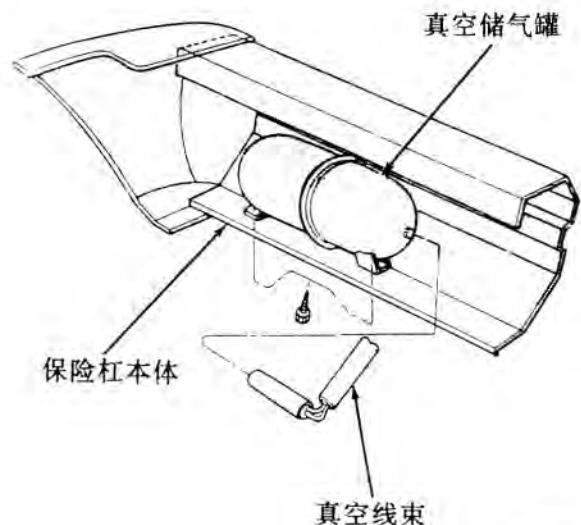
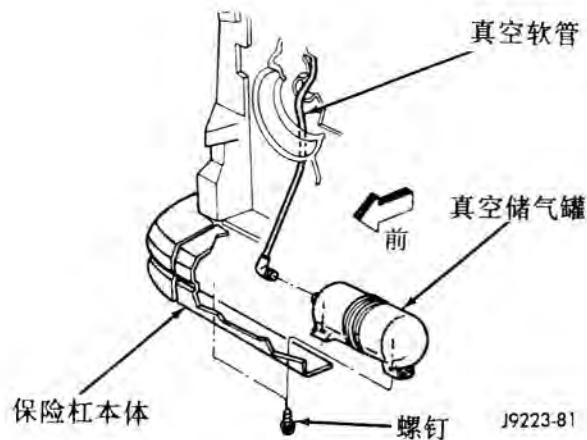
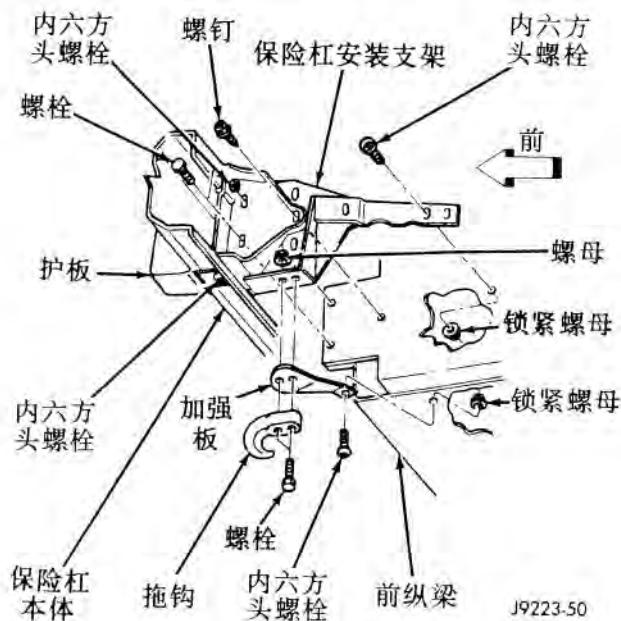
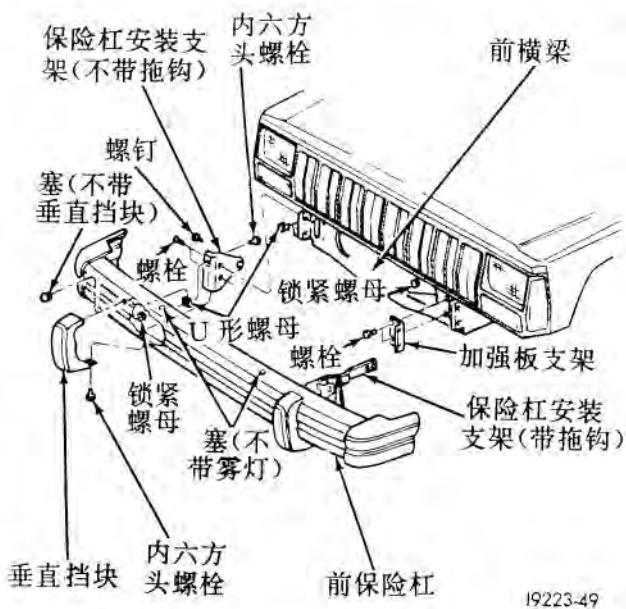

图 2 真空储气罐 — 左侧
图 3 真空储气罐 — 右侧带速度控制
图 4 拖钩及加强板
图 5 前保险杠的拆装
(3) 摘下真空储气罐线束接头 (图 2, 图 3)。
(4) 将拖钩加强板与前纵梁安装用的防松螺母及内六角头螺栓松下 (图 4)。
(5) 将拖钩加强板由前纵梁上拆下 (图 4)。
(6) 支住保险杠。
(7) 松下保险杠安装支架与左、右纵梁 (图 5) 安装用的螺栓。
(8) 取下支撑并从汽车上取下保险杠 (图 5)。
(9) 将拖钩与保险杠安装支架连接用的螺栓及螺母松下 (图 4)
(13) 如果需要，将真空储气罐从保险杠本体上卸下 (图 2 和图 3)。
(3) 如果不安装保险杠垂直挡块，将保险杠安装支架装到保险杠本体上。以 56 牛顿米 (41 磅英尺) 的拧紧扭矩拧紧安装螺栓。
(4) 如果安装拖钩，用螺栓和螺母将其安装到保险杠安装支架上 (图 4)。以 100 牛顿米 (74 磅英尺) 的拧紧扭矩拧紧安装螺母。
(8) 将真空储气罐安装到保险杠本体上 (图 2 和图 3)。以 8 牛顿米 (72 磅英寸) 的拧紧扭矩拧紧螺钉和螺栓。
(9) 将保险杠放在车前端摆好并支撑住。
(10) 将两个保险杠安装支架 (图 5) 分别与左、右纵梁和左、右加强板支架安装到一起。以 56 牛顿米 (41 磅英尺) 的拧紧扭矩拧紧螺钉及螺栓。
(11) 用内六方头螺栓和锁紧螺母将拖钩加强板安装到前纵梁上 (图 4)。锁紧螺母的拧
- (13) 接好真空储气罐接头 (图 2 和图 3)。
- (14) 拆下保险杠安装支撑物。
如果必须拆下或为方便维修需拆下前拖钩，应松下安装在保险杠安装支架上的螺栓及螺母 (图 4)。在安装拖钩时，需用 100 牛顿米 (74 磅英尺) 的拧紧扭矩拧紧螺母。
- (2) 拔下真空储气罐线束插头 (图 2 和图 3)。
(3) 支撑住保险杠。
(4) 松下保险杠安装支架与左、右纵梁连接的两个螺栓 (图 5)。
(5) 松下拖钩加强板与前纵梁安装的防松螺母和内六方螺栓 (图 4)。
- (6) 由前纵梁上拆下拖钩加强板 (图 4)。
- (7) 将支撑及保险杠从汽车上卸下 (图 5)。
- (8) 松下拖钩与保险杠安装支架连接螺母和螺栓 (图 4)。
- (9) 由保险杠安装支架上取下拖钩 (图 4)。
(3) 将拖钩孔与保险杠安装支架上的孔对好，然后将连接用的螺栓穿好，带上螺母 (图 4)，以 100 牛顿米 (74 磅英尺) 的拧紧扭矩拧紧螺母。
(4) 将保险杠放在汽车前端摆好并支撑住。
(5) 将两个保险杠安装支架分别装于左、右纵梁和左、右加强板支架上，以 56 牛顿米 (41 磅英尺) 的拧紧扭矩拧紧螺钉和螺栓。
(6) 将拖钩加强板与前纵梁 (图 4) 连接用的内六方头螺栓和锁紧螺母装上，并以 30 牛顿米 (22 磅英尺) 的拧紧扭矩将锁紧螺母拧紧。
(7) 将雾灯线束插头插好 (图 1)，并接上真空储气罐接头 (图 2 和图 3)。